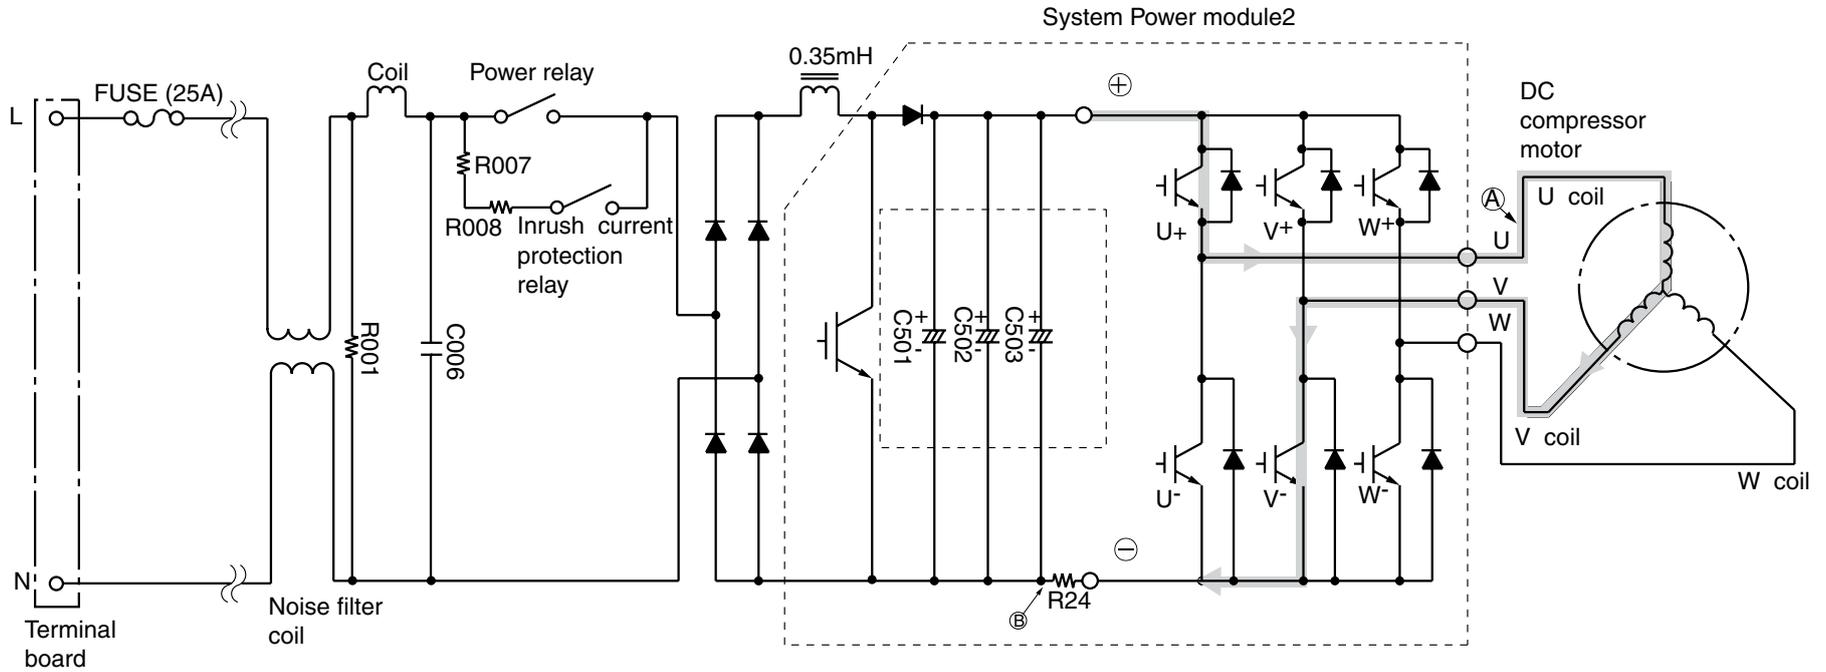

Fig. 3-1 Power module circuit (U⁺ is ON, V⁻ is ON)
- La Fig. 3-1 représente le module d'alimentation et ses circuits périphériques.